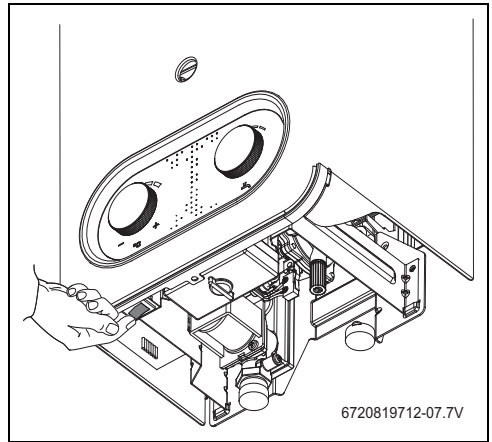

Fig. 7 Botón Encendido/apagado
- ▶ Colocar el interruptor principal (→ Fig. 7) en posición de funcionamiento.